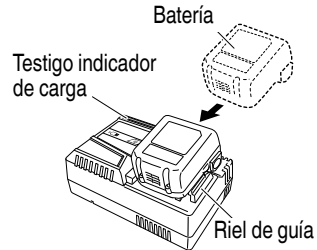

Fig. 5
2. Inserte la batería en el cargador de baterías. Inserte la batería en el cargador de baterías como muestra en la Fig 5.